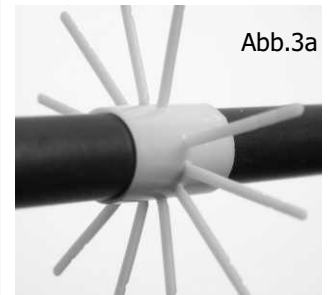
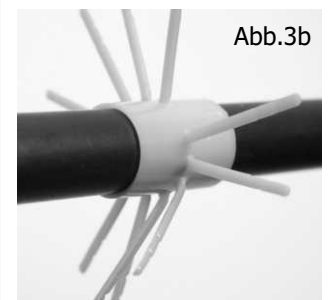

Abb.3a
Abb.3b
- ⇒ Beobachten Sie beim abgeschossenen Pfeil, ob und wo sich der/die Clearance Star/s verbogen haben (Abb.3a gerade, Abb.3b gebogen/nach dem Schuss). Dadurch erfahren Sie, wo ein Problem bei Ihrem Tuning besteht ("Clearance").